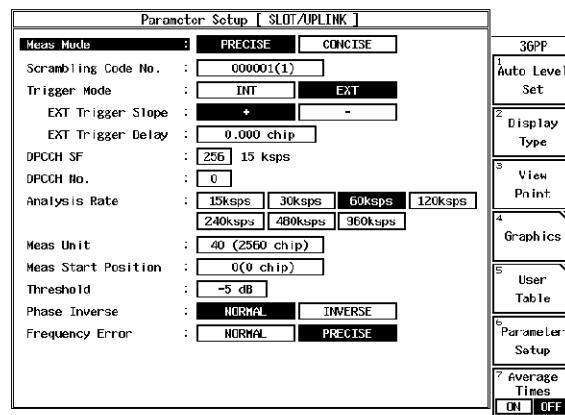

図 6-5 測定パラメータ表示
4. R3267 シリーズを CF:2GHz、RF 入力、UP LINK 測定に設定し、パラメータを図 6-5 のように設定し、DC CAL、AUTO LEVEL を実行します。